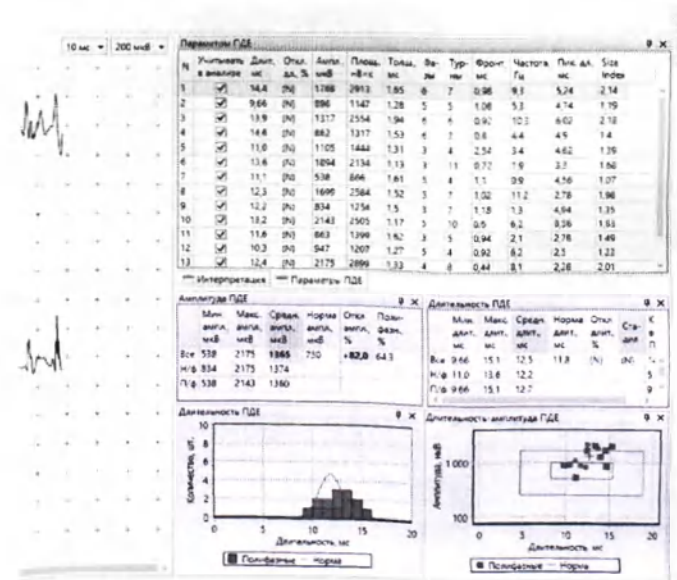

Рис. 196. Таблицы и графики анализа
- После первичного редактирования и расстановки маркеров на всех зарегистрированных потенциалах можно провести анализ на основании таблиц и графиков (рис. 196).